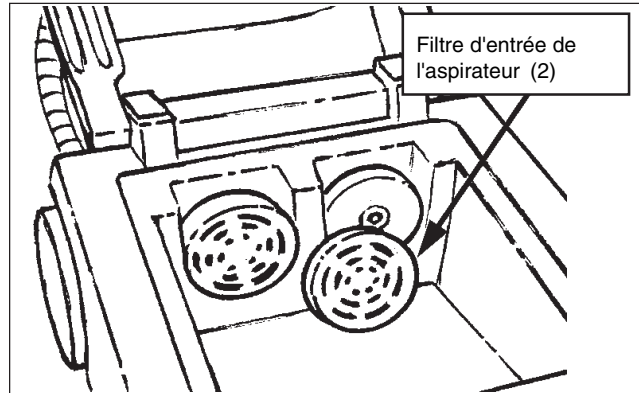

Figure 7
1. **Inspectez et nettoyez les deux filtres d'entrée de l'aspirateur.** Retirez le couvercle de la machine. Les filtres sont à présent accessibles (figure 7). Ils sont fabriqués en mousse fixée à des anneaux de montage en plastique. Retirez les filtres en les faisant coulisser et nettoyez-les en les secouant ou les aspirant. Remplacez-les s'ils présentent des entailles ou des déchirures ou s'ils ne peuvent pas être nettoyés.